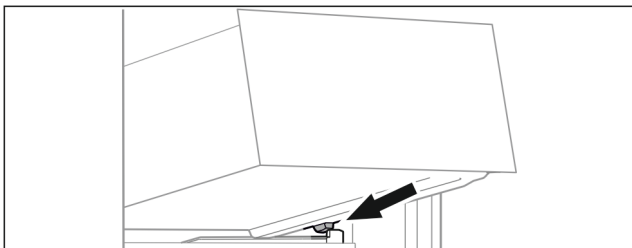

Fig. 82
- ▶ Наклоняя вниз, установите выдвижной ящик за стопоры на контейнерное ребро. (см. Fig. 82)